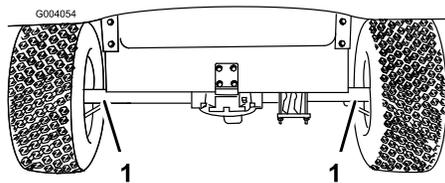
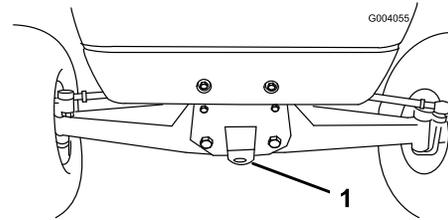

Figura 31
Figura 32
Para transportar el vehículo largas distancias, debe llevarse el vehículo sobre un remolque. Asegúrese de que el vehículo está firmemente sujeto sobre el remolque. Consulte en Figura 31 y Figura 32 la ubicación de los puntos de amarre.
2. Conecte un cable de remolque al punto de remolque, en la parte delantera del bastidor (Figura 32).